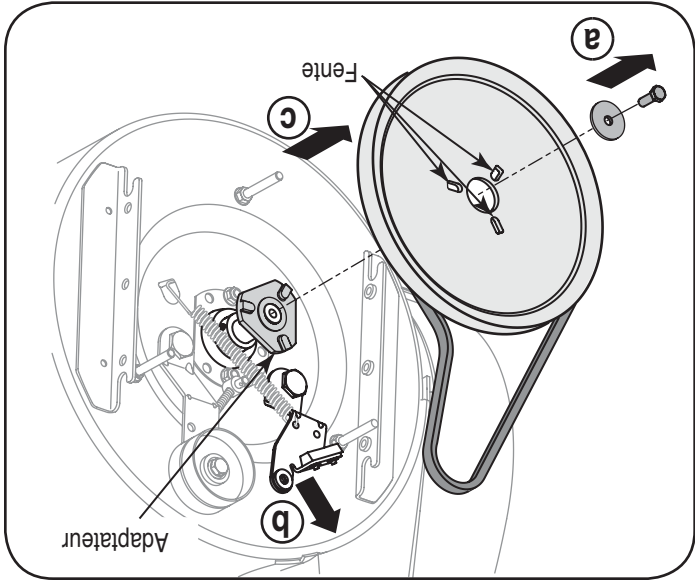

Figure 29
9. Bloquez la turbine avec une cale en bois pour l'empêcher de tourner et utilisez une clé de 1/2 po pour enlever la vis à tête hex. et la rondelle du milieu de la poulie sur l'habitacle de la tarière. Voir la Figure 29.
10. Dégagez le support du frein de la gorge de la poulie et libérez la poulie des taquets de l'adaptateur de la poulie de la tarière pour enlever la courroie usagée. Voir la Figure 29.
12. Tournez la poulie selon le besoin pour aligner les trois fentes avec les taquets de l'adaptateur de la poulie, puis éloignez le support du frein de l'arbre d'admission. Poussez la poulie de la tarière à fond sur l'adaptateur tout en alignant les fentes de la poulie et les taquets de l'adaptateur. Voir la Figure 29.
REMARQUE : Si l'adaptateur de la poulie a été démonté en même temps que la poulie, alignez les cannelures de l'adaptateur de la poulie et l'arbre d'admission de la tarière et poussez la poulie et l'arbre d'admission sur l'arbre d'admission. Voir la Figure 29.